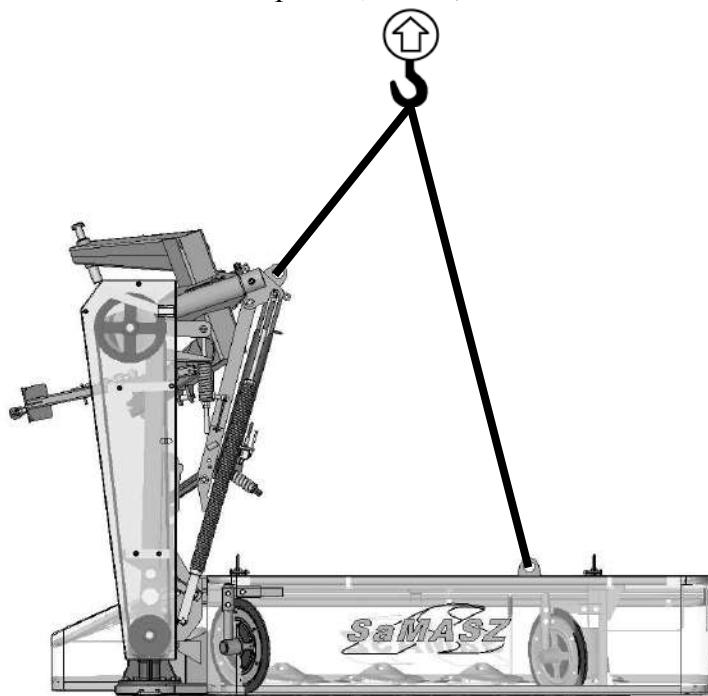

Рис. 5. Способ перемещения косилки для транспортных удобств
- Следует схватывать поднимающими устройствами исключительно в местах, указанных на машине и обозначенных видом крюка (**Рис. 5**),